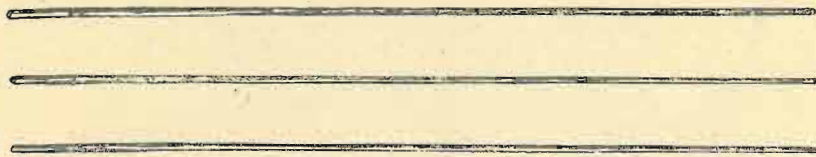

Fig. 11 — Base d'antenna MP-65-() ed elementi d'antenna a stilo MS-116, MS-117, ed MS-118.
h. ELEMENTI D'ANTENNA A STILO DA MS-116 AD MS-118 (fig. 11). Questi elementi, in acciaio flessibile, sono lunghi ciascuno 38 pollici (96,5 cm). Possono essere impiegati più elementi MS-116, per accrescere la lunghezza dell'antenna. Questi elementi d'antenna a stilo possono essere impiegati solo con la base d'antenna MP-65(-).